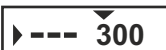

Fig.6
- Moyennant la rotation de bouton de commande, sélectionnez la commande «---» (nouvelle distance) (fig.6).